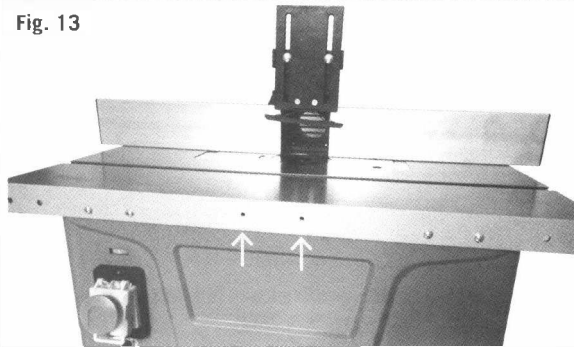

Fig. 14
- Danach richten Sie den Rückdrehsicherungsanschlag mit den zwei Löchern aus (Fig. 14).
- Then align the anti-reversing safety fence with the two holes (Fig. 14).
- Ensuite aligner le support de l'anti-retour face aux 2 trous (Fig. 14).